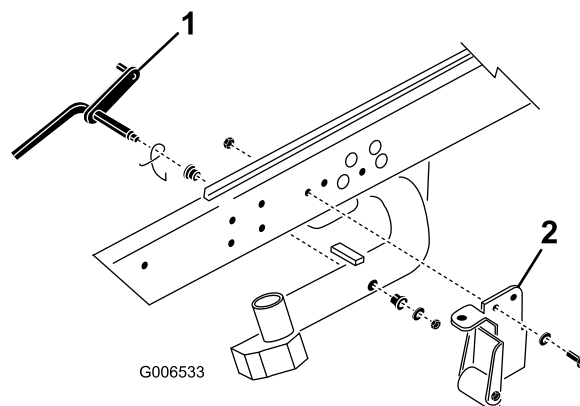

Figura 3
1. Rimuovete il dado di bloccaggio e la rondella che fissano l'asta orientabile al braccio di sollevamento n° 2 (Figura 3). Rimuovete l'asta orientabile e la molla dal braccio di sollevamento. Ripetete la procedura per i bracci di sollevamento n° 1 e n° 3.
Nota: La staffa di supporto ribaltamento con rullo e le staffe di supporto ribaltamento non sono necessarie durante l'utilizzo degli apparati di taglio con regolazione su due punti (DPA) (Figura 3). Possono essere rimosse se lo desiderate.